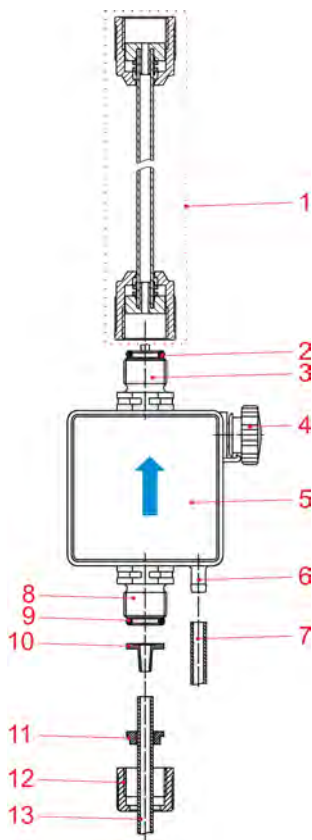

Abb. 8: Hydraulische Installation
Achten Sie darauf, dass beim Anschluss der Saug- und Druckleitung die O-Ringe (Abb. 8 , Pos. 2 und Pos. 9) auf den Anschlüssen montiert sind, um die notwendige Abdichtung zu erreichen.
1. ➤ O-Ring (Abb. 8 , Pos. 2) in Ventilnut legen.
4. ➤ Angefertigte Dosierleitung montieren (Abb. 8 , Pos. 1).
5. ➤ O-Ring (Abb. 8 , Pos. 2) in Ventildnut legen und Überwurfmutter festziehen.
2. ➤ Überwurfmutter (Abb. 8 , Pos. 12) und Spannteil (Abb. 8 , Pos. 11) über Schlauch schieben.
3. ➤ Überwurfmutter und Spannteil bis zum Anschlagbund auf Kegelteil (Abb. 8 , Pos. 10) stecken.
4. ➤ O-Ring (Abb. 8 , Pos. 9) in Ventildnut legen.